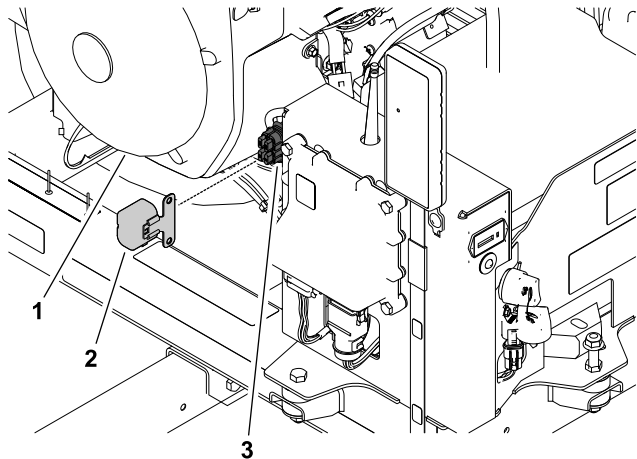

Figura 42
- În partea interioară din față a turnului de control, demontai capacul blocului de sigurană din blocul de sigurană (Figura 42).
- Îndepărtați sigurană deschisă din suportul pentru sigurană (Figura 42).
Blocul de sigurană face parte din cablajul mainii. Este situat în spatele receptorului din partea dreaptă a turnului de control (Figura 42).